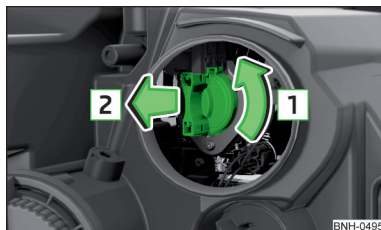

Fig. 174
- Rotiți soclul până la capăt în sensul săgeții **[1]** » fig. 174.